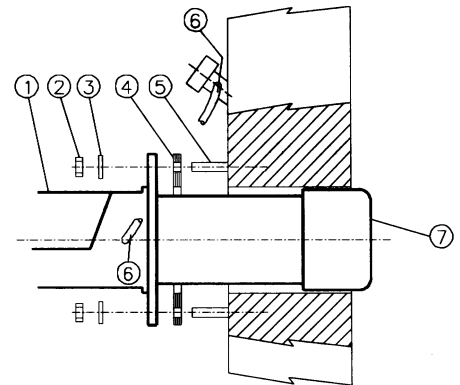

Fig. 8
- 4 fijarlo con los tornillos de unión a la caldera, según el dibujo referido en la Fig. 8.